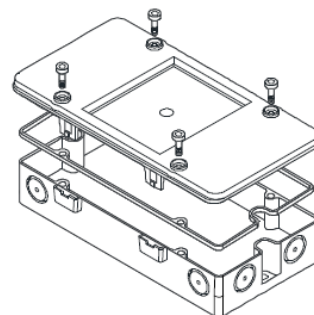

Fig. 11
5. Insira a vedação e fixe a tampa com mais quatro parafusos (Fig. 11) (somente assim se garante a proteção de IP65).